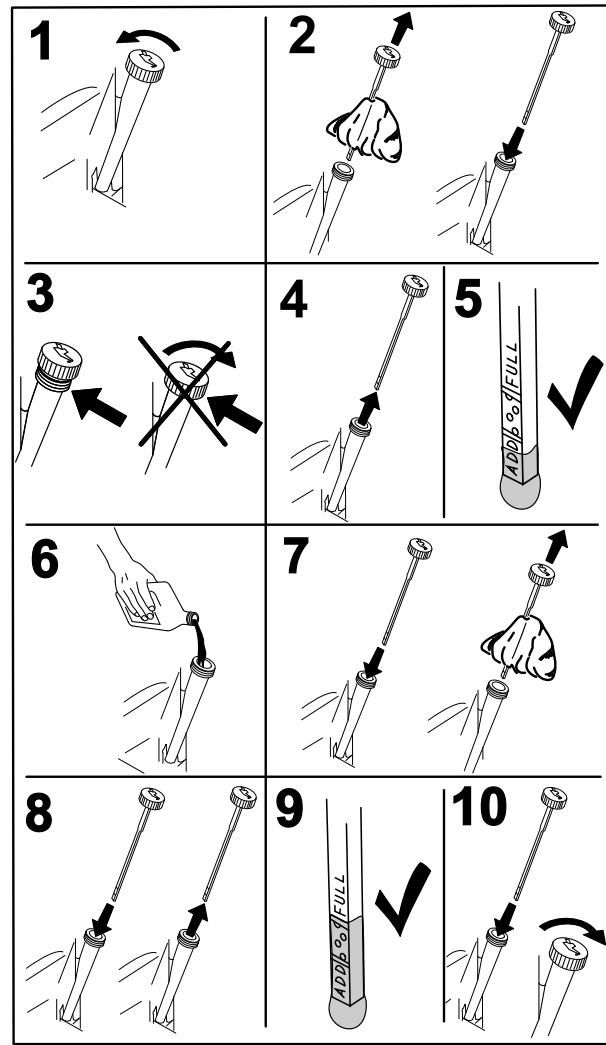

Figura 38
4. Prima di scendere dal posto di guida dell'operatore, spegnete il motore, togliete la chiave di accensione e attendete che si fermino tutte le parti in movimento (Figura 38).